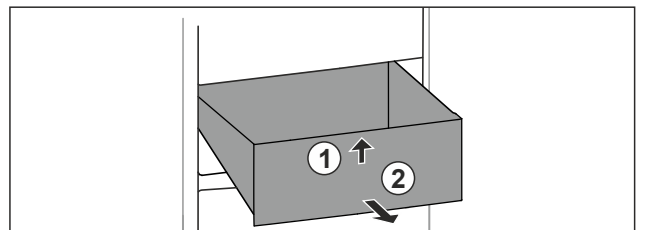

Fig. 30
- ▶ Levantar el cajón por delante. Fig. 30 (1)
- ▶ Extraer el cajón hacia delante. Fig. 30 (2)